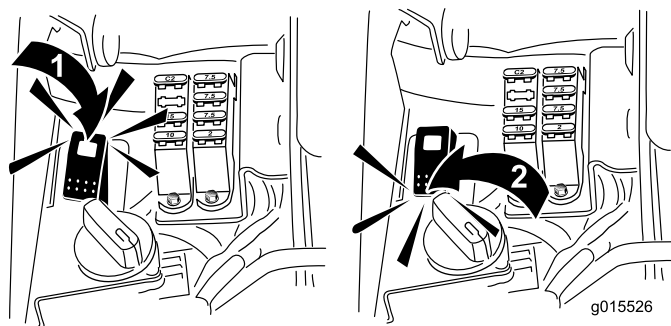

Figura 53
5. Gire el Interruptor de autoafilado a la posición de marcha atrás (R) (Figura 53).